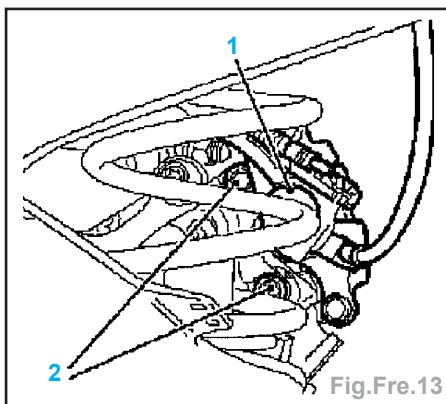

Fig.Fre.13
- Démontez la chape d'étrier de frein, avec l'étrier de frein (1), de la fusée d'essieu (vis (2)) (Fig.Fre.13).